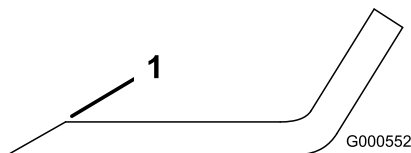
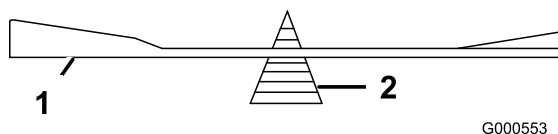

Figura 47
Figura 48
- Utilice una lima para afilar el filo de corte en ambos extremos de la cuchilla (Figura 47). Mantenga el ángulo original. La cuchilla permanece equilibrada si se retira la misma cantidad de material de ambos bordes de corte.
- Verifique el equilibrio de la cuchilla colocándola sobre un equilibrador de cuchillas (Figura 48). Si la cuchilla se mantiene horizontal, está equilibrada y puede utilizarse. Si la cuchilla no está equilibrada, rebaje algo el metal en la parte de la vela solamente (Figura 47). Repita este procedimiento hasta que la cuchilla esté equilibrada.